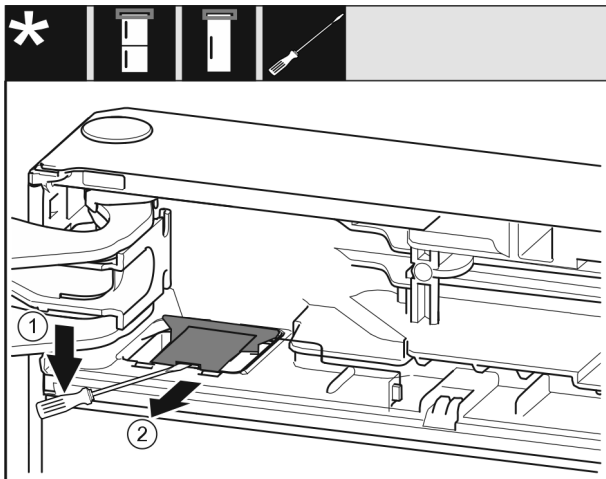

Fig. 10
- Bänd loss skyddet med en spårskruvmejsel och lyft upp det. Fig. 10 (1)
- Ta ut skyddet. Fig. 10 (2)